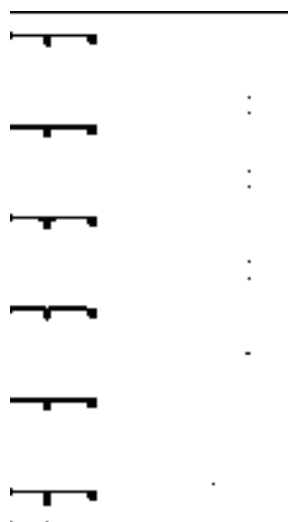

图 14-173 绘制剖断梁
20) 加剖断梁。调用“加剖断梁”命令，根据命令行的提示绘制剖断梁，结果如图 14-173 所示。